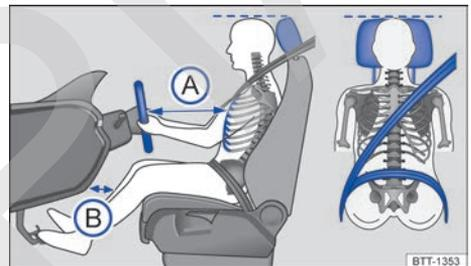

Fig. 24 Distancia correcta entre el conductor y el volante, colocación correcta de la banda del cinturón y ajuste correcto del apoyacabezas.
- Ajuste el volante de modo que quede a una distancia de, por lo menos, 25 cm del esternón → fig. 24 (A) y lo pueda sujetar con las dos manos por los lados, por la parte exterior, con los brazos ligeramente flexionados.
- Ajuste el asiento de forma que pueda pisar a fondo los pedales con las rodillas ligeramente flexionadas y que quede una distancia entre la zona de las rodillas y el tablero de instrumentos de al menos 10 cm (B).